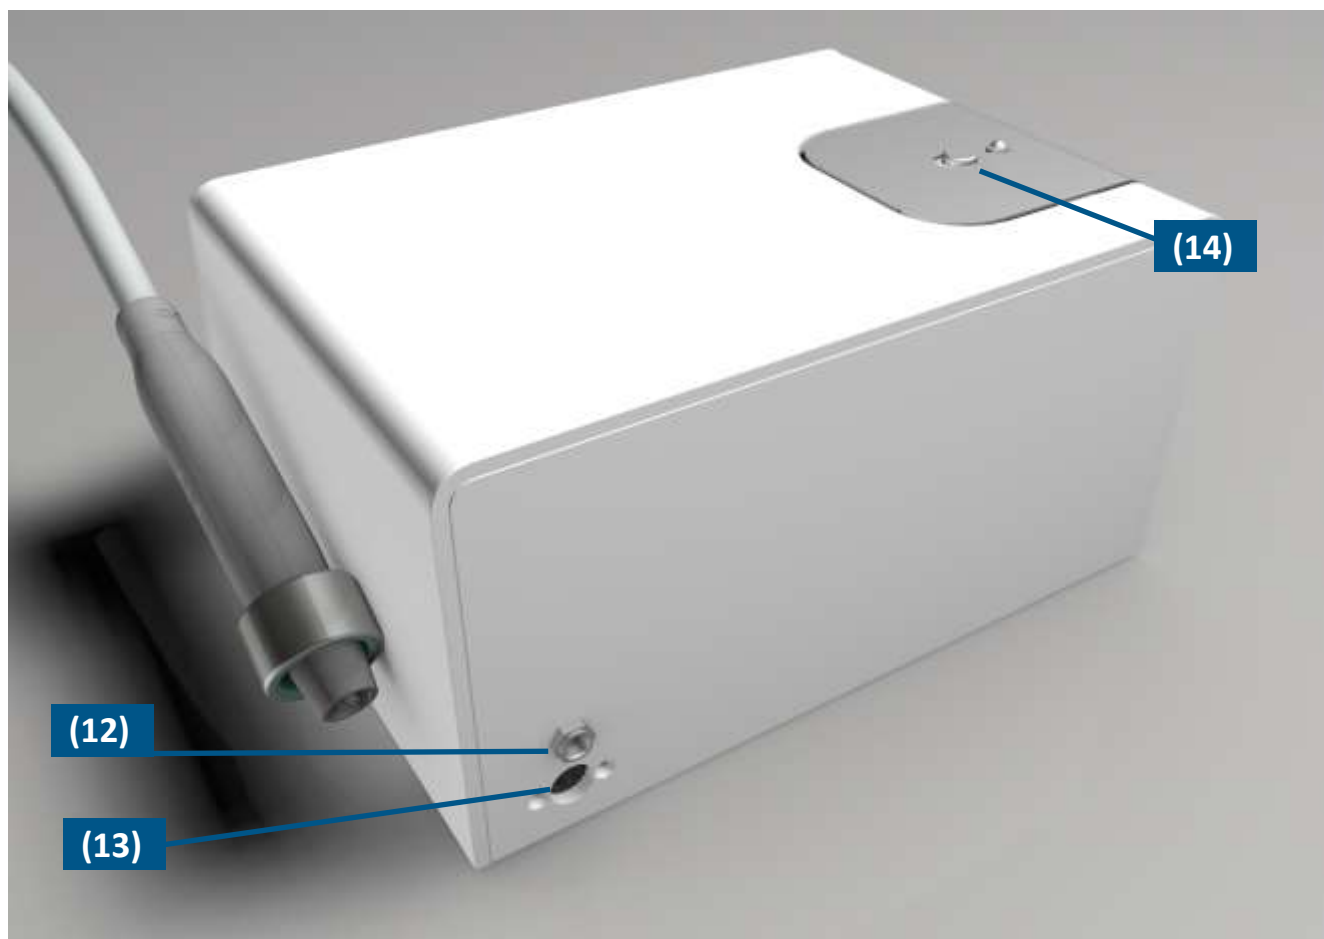

Fig. 3: Anslutningar på baksidan av enheten
2. Anslut den valfria fotkontakten till kontakten på baksidan av enheten (Fig. 3).
2. Sätt i den lilla strömkontakten i strömförsörjningsporten på enhetens baksida (Fig. 3).